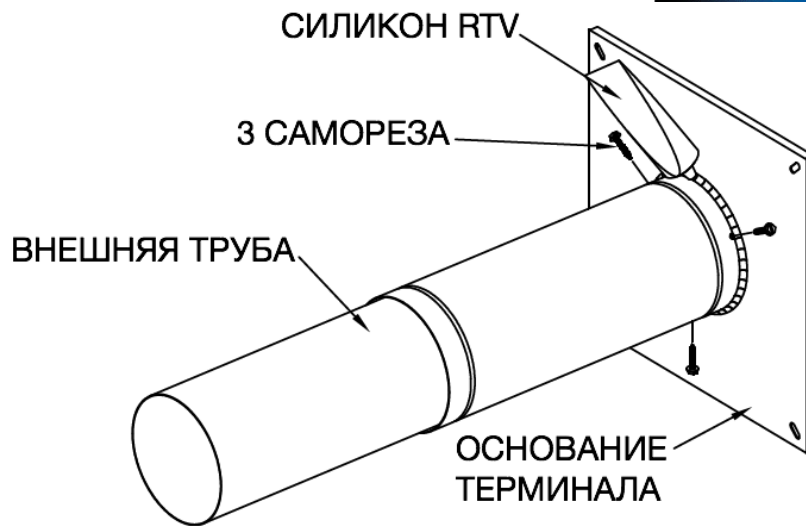

Рисунок 22
8. Раздвиньте внешнюю (большого диаметра) телескопическую трубу на её полную длину. Широкий конец трубы наденьте на фланец основания уличного терминала. Сверлом 3 мм просверлите три равноудалённых друг от друга отверстия по окружности трубы. Закрепите трубу тремя саморезами. Прилагаемым силиконом тщательно загерметизируйте место соединения (Рисунок 22).